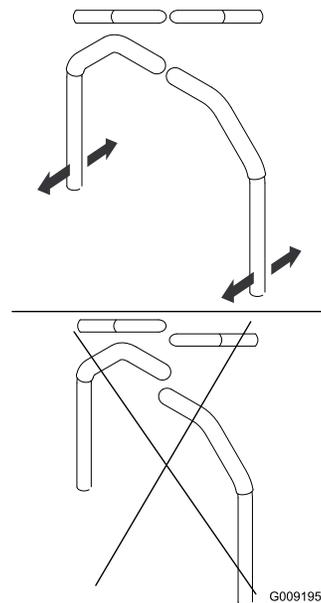

Figure 77
4. Réglez l'alignement avant/arrière des leviers en les plaçant simultanément à la position point mort puis faites-les coulisser jusqu'à ce qu'ils soient alignés, puis serrez les boulons (**Figure 77**).